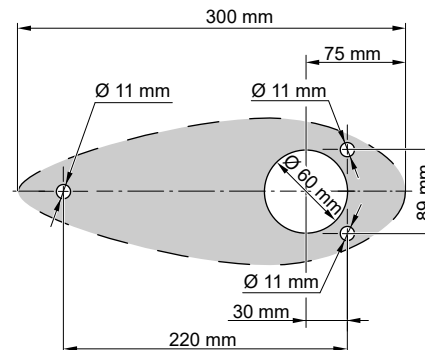

Fig. 37: Dimensioner
1. Bor fire huller til montering af motoren i bådens skrog, **se "Fig. 37: Dimensioner"**. Benyt om nødvendigt den tilpassede udligningsblok som boreskabelon.
2. Sæt udligningsblokken (4) på monteringsflangen (5).